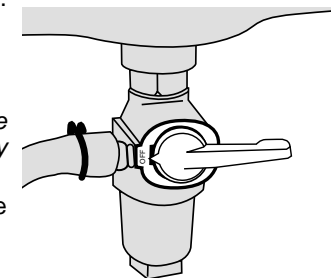

FIGURA 19: VÁLVULA DE DESCOMPRESIÓN DEL COMBUSTIBLE (CERRADA)
3. Cierre la válvula de combustible girando la llave de descompresión hacia la izquierda hasta quedar en posición horizontal (figura 19).